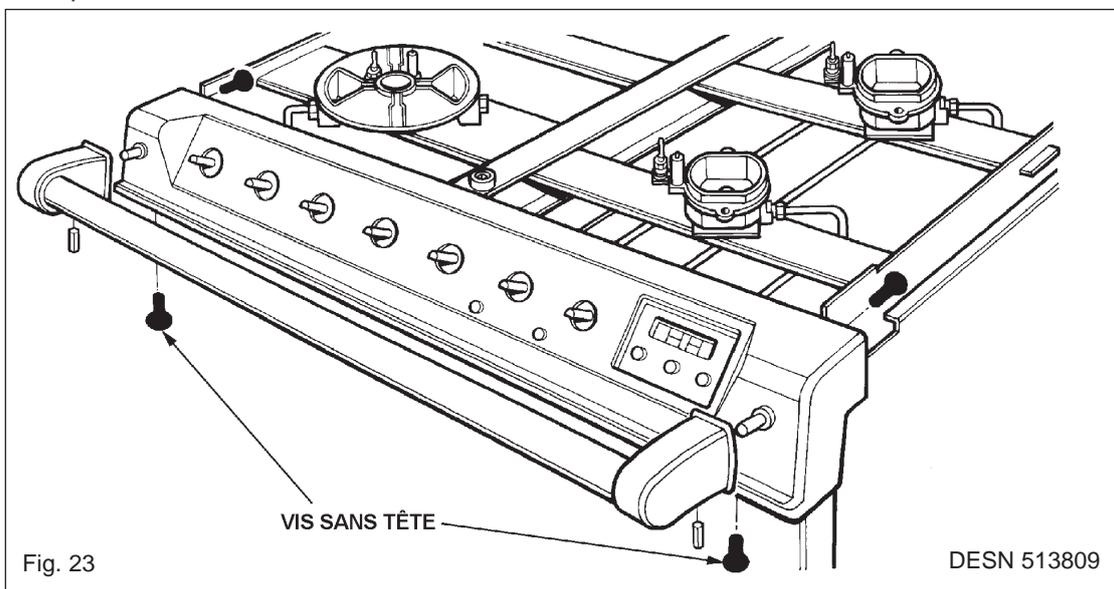

Fig. 23
3. Enlevez les boutons de commande (voir fig. 23).